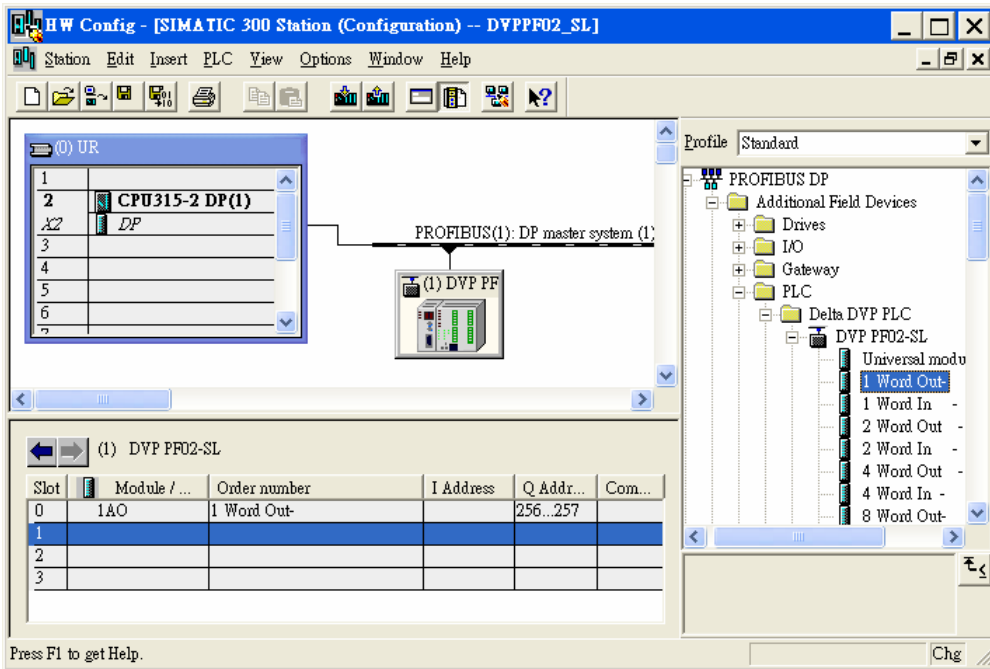

图 10-24
5. 如图 10-24 所示，“1 Word Out”被配置到槽(Slot) 0。